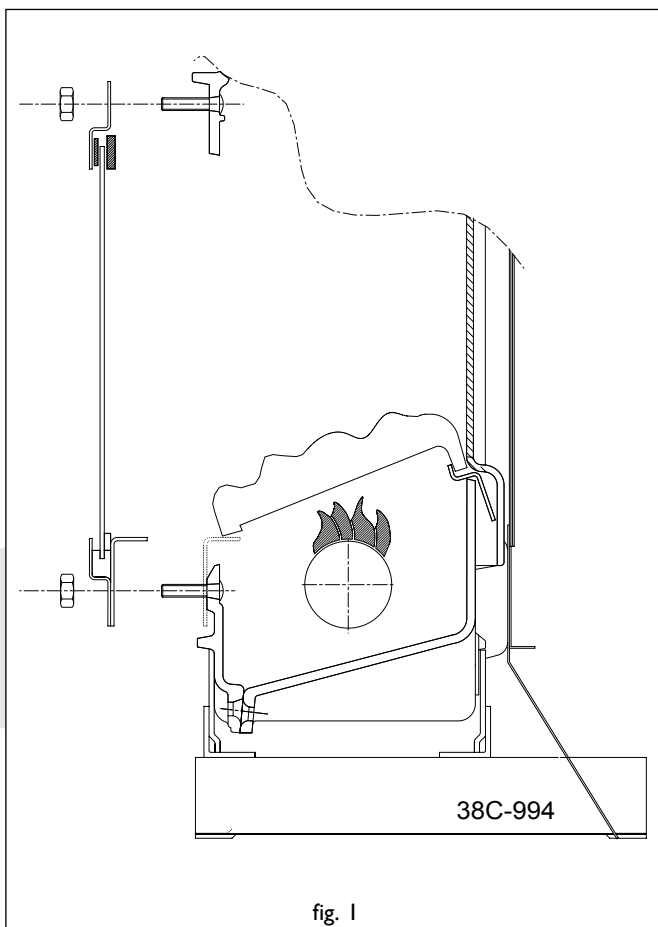

fig. 1
- Plaats de gloeikooltjes gelijkmatig verdeeld op het raamwerk in de verbrandingskamer (fig. 1).